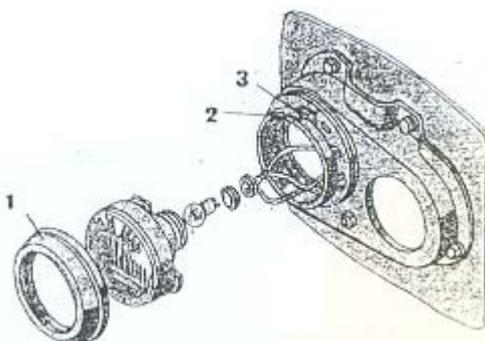
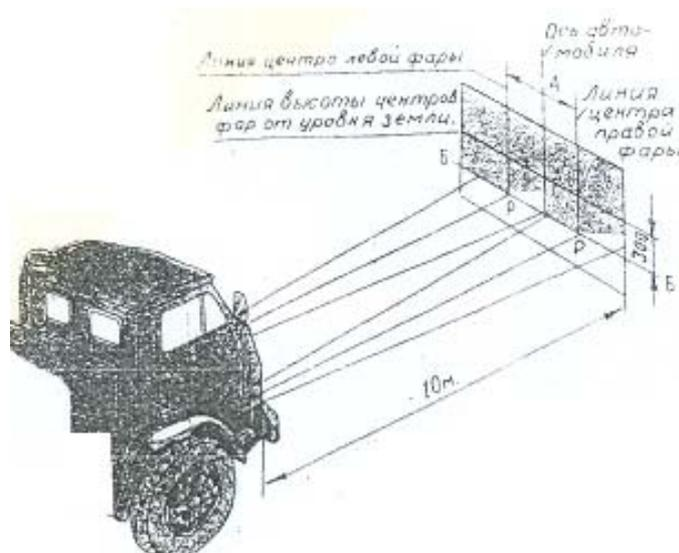

Рисунок 2 – Замена лампы в головной фаре.
Рисунок 5 – Регулировка света головных фар.
I. Головные фары. Снимите декоративный ободок 1 (рис. 2) фары, выверните винты 2 крепления ободка оптического элемента, затем регулировочные 3 и снимите оптический элемент. Снимите патрон, выньте перегоревшую лампу с потемневшей колбой и установите новую, соберите фару.
При нормальном давлении воздуха в шинах установите негруженный автомобиль на ровную горизонтальную площадку под прямым углом к экрану на расстоянии 10 м (рис. 5). Включите ближний свет фар и установите их оптические элементы винтами 3 (рис. 2) вертикального и горизонтального регулирования так, чтобы горизонтальная ограничительная линия освещенного и неосвещенного участком совпадала с линией Б – Б, а наклонные ограничительные линии, направленные вверх под углом 15 %, исходили из точки «Р».